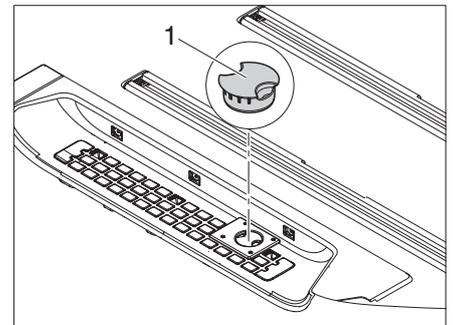

Bild 59 Schutzkappe aufstecken
- Schutzkappe (Bild 59,1) auf die freigewordene Gasentlüftungsöffnung setzen.